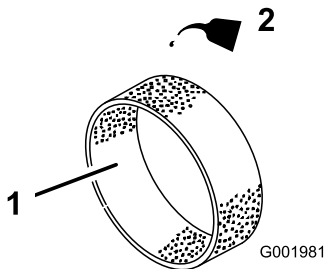

Bild 44
4. Tragen Sie 30 oder 60 ml des Öls auf das Element auf (Bild 44).